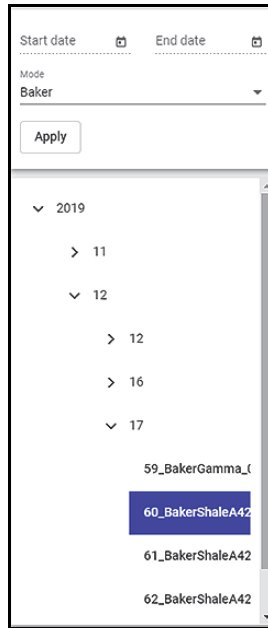

Figura 5-7 Risultato selezionato nell'elenco
5. Nell'elenco visualizzato, selezionare la data e i risultati che si vogliono visualizzare (vedi Figura 5-7 a pagina 76).